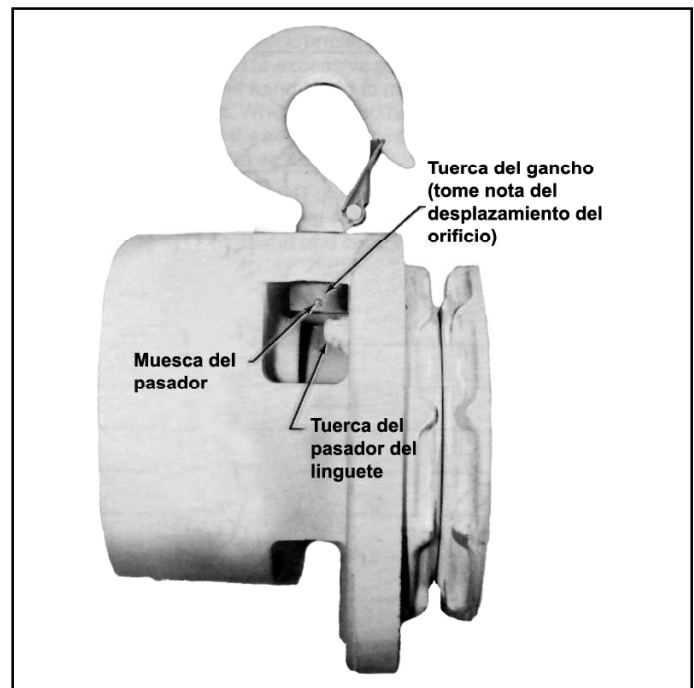

Figura 7-4. Instalación del gancho y tuerca superior
d. No extraiga el pasador del trinquete excepto que esté dañado y requiera reemplazo. Una tuerca hexagonal de fijación automática asegura el pasador del trinquete a la estructura. Esto es accesible en la abertura en la estructura cercana a la tuerca del gancho superior (o tuerca de los equipos suspendidos por perno). Ver Figura 7-4 .
c. En los modelos de 2; 3 y 4 toneladas de dos caídas (tuerca circular con pasador), asegúrese de que se utilice la tuerca original. El lado de la tuerca con mayor distancia hasta el centro del orificio en el modelo de dos toneladas debe estar enfrentado a la parte superior del polipasto. Ver Figura 7-4 .
Cuando instale el gancho superior, asegúrese de que se utilice la tuerca original. El lado de la tuerca con mayor distancia hasta el centro del orificio debe estar enfrentado al gancho. Ver Figura 7-4 .